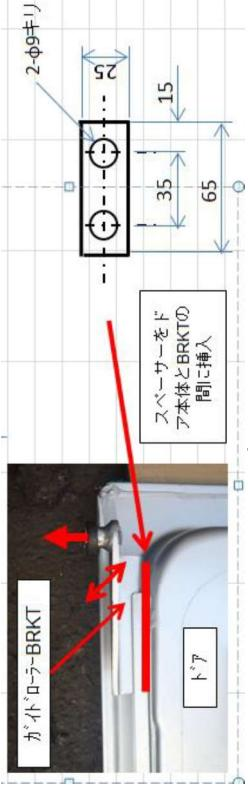

図2 スペーサー挿入要領
- 2) 1.5mm以上入り込んない場合はガイドローラーブラケットとドア本体の間にスペーサーを挿入し、1.5mm以上を確保する。(図2参照)